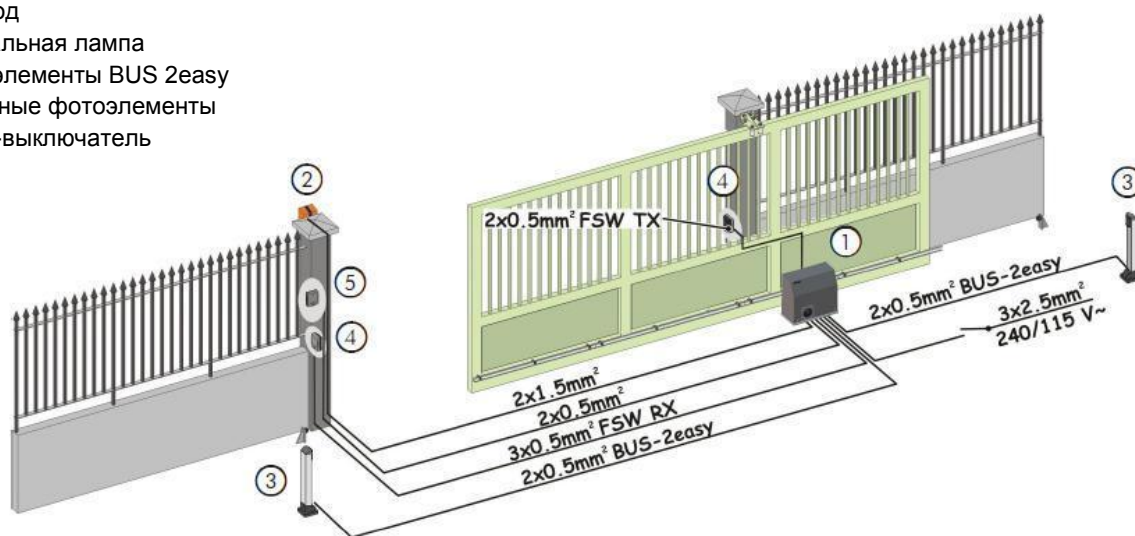

Рис.3
5. Подготовьте все необходимые кабели для электрических соединений, как показано на рис.3.
- Проложите необходимые провода в соответствии с требованиями рис.3 и выполните подключение аксессуаров к плате управления (см. Глава 11);
Проложите необходимые провода в соответствии с требованиями рис.3 и выполните подключение аксессуаров к плате управления (см. Глава 11)